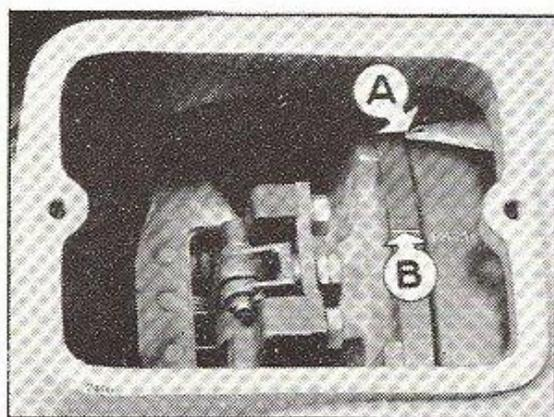

FIG. 33.
- Virer le moteur au moyen de la manivelle, jusqu'à ce que le repère (**P.M.S. 1-4**) gravé sur le volant (**fig. 33, rep. B**) coïncide avec l'index métallique (**rep. A**) fixé à l'intérieur de la première partie cloisonnée du carter intermédiaire. Dans cette position, les pistons des cylindres n° 1 et 4 se trouvent au point mort haut, l'un en phase de compression, et l'autre en fin d'échappement et début d'admission.